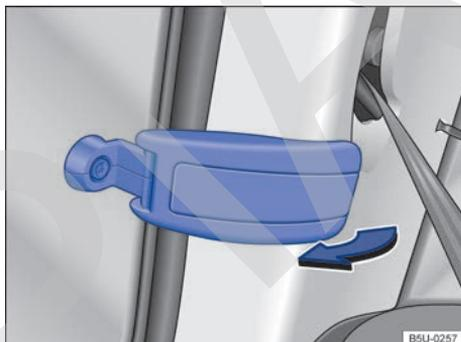

Fig. 63 Abrir la luneta rebatible.
- Tirar de la palanca de bloqueo de la luneta en el sentido de la flecha → fig. 63.